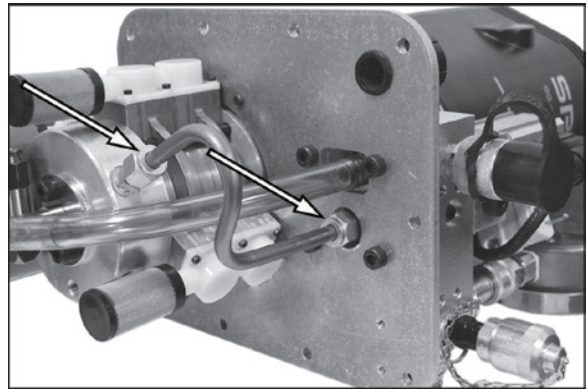

Figura 62.
6. Vedere la Figura 62. Allentare i due raccordi di compressione e rimuovere il tubo ad alta pressione.